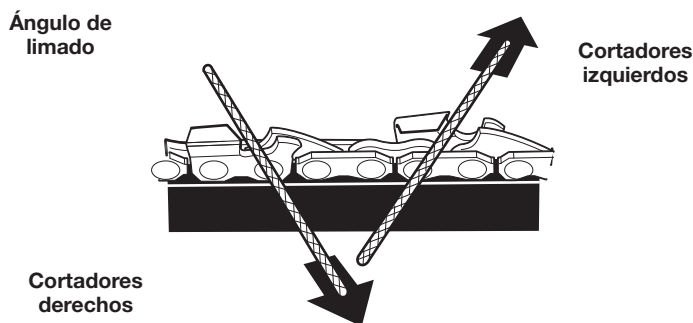

Fig. 40
- Lime hacia el ángulo delantero del cortador (Fig. 40). Levante la lima del cortador en el extremo del recorrido hacia adelante. Lime únicamente en el recorrido hacia adelante.
- Lime todos los cortadores izquierdos en una dirección (Fig. 40). Después lleve la lima al otro lado de la cadena y lime todos los cortadores del lado derecho en la dirección opuesta (Fig. 40).